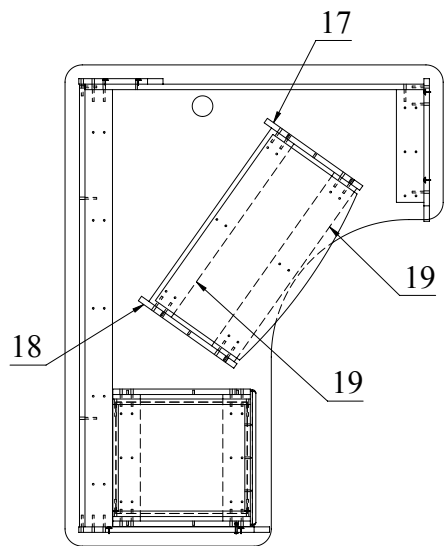
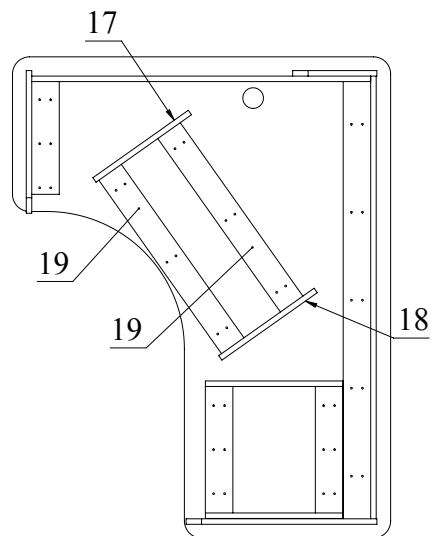

Рис.9
Рис.10
8. Планки 19 закрепить конфирматами 7х50 между боковин 17, 18. Полученную сборку прикрепить к столешнице шурупами 4х25 (Рис. 9, в зеркальном исполнении - Рис.10).